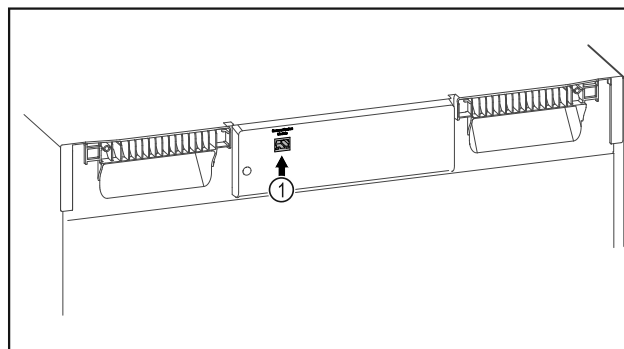

Fig. 154
- ☐ Je používán SmartModule Fig. 154 (1).